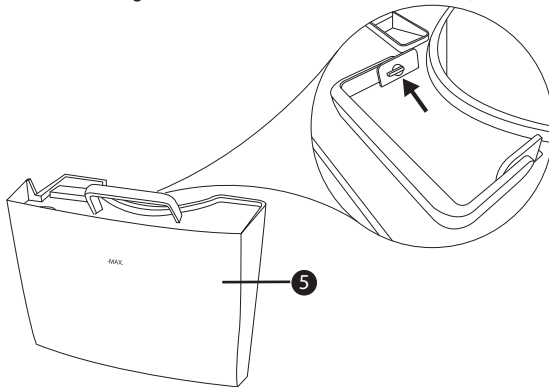

Abb. 3
- ◆ Um den Wassertank **5** von innen zu reinigen, müssen Sie den schwarzen Deckel entfernen. Lösen Sie hierzu den Griff aus der Halterung, indem Sie ihn seitlich herausdrücken. Achten Sie hierbei darauf, dass der Stecker des Griffes mit der Öffnung des Wasserbehälters übereinstimmt (siehe Abbildung 3).